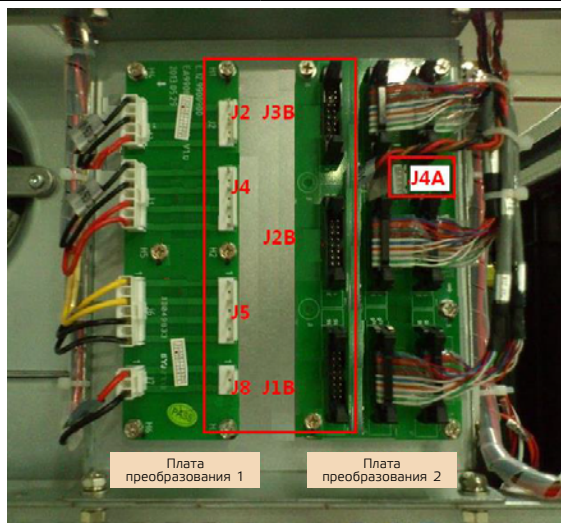

Рис. 3-21: Подключение сигнальных линий ИБП данной серии (400 – 500 кВА)
5. Подключите сигнальный провод. Неподключенный сигнальный провод, расположенный в правой верхней части шкафа выпрямителя, подключается соответственно к плате преобразования в левой верхней части шкафа инвертора (см. рисунок 3-21). Соответственно между маркировкой сигнальной линии и соответствующим клеммным выводом приведено в таблице 3-1.